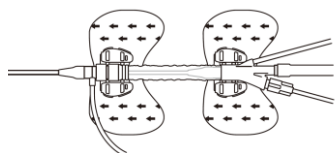

図 8. IABP 固定具使用による固定
- (9) シースキャップについた翼部および分岐部についた翼部を患者に縫合または IABP 固定具を用いて固定する。(図 8 参照)*